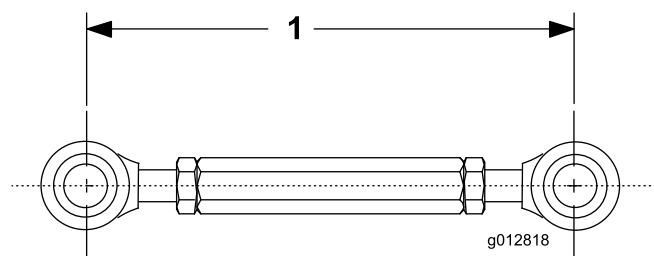

Рисунок 4
- Отрегулируйте длину резьбовой тяги, чтобы она была равна 19 см, и затяните зажимные гайки (Рисунок 4).